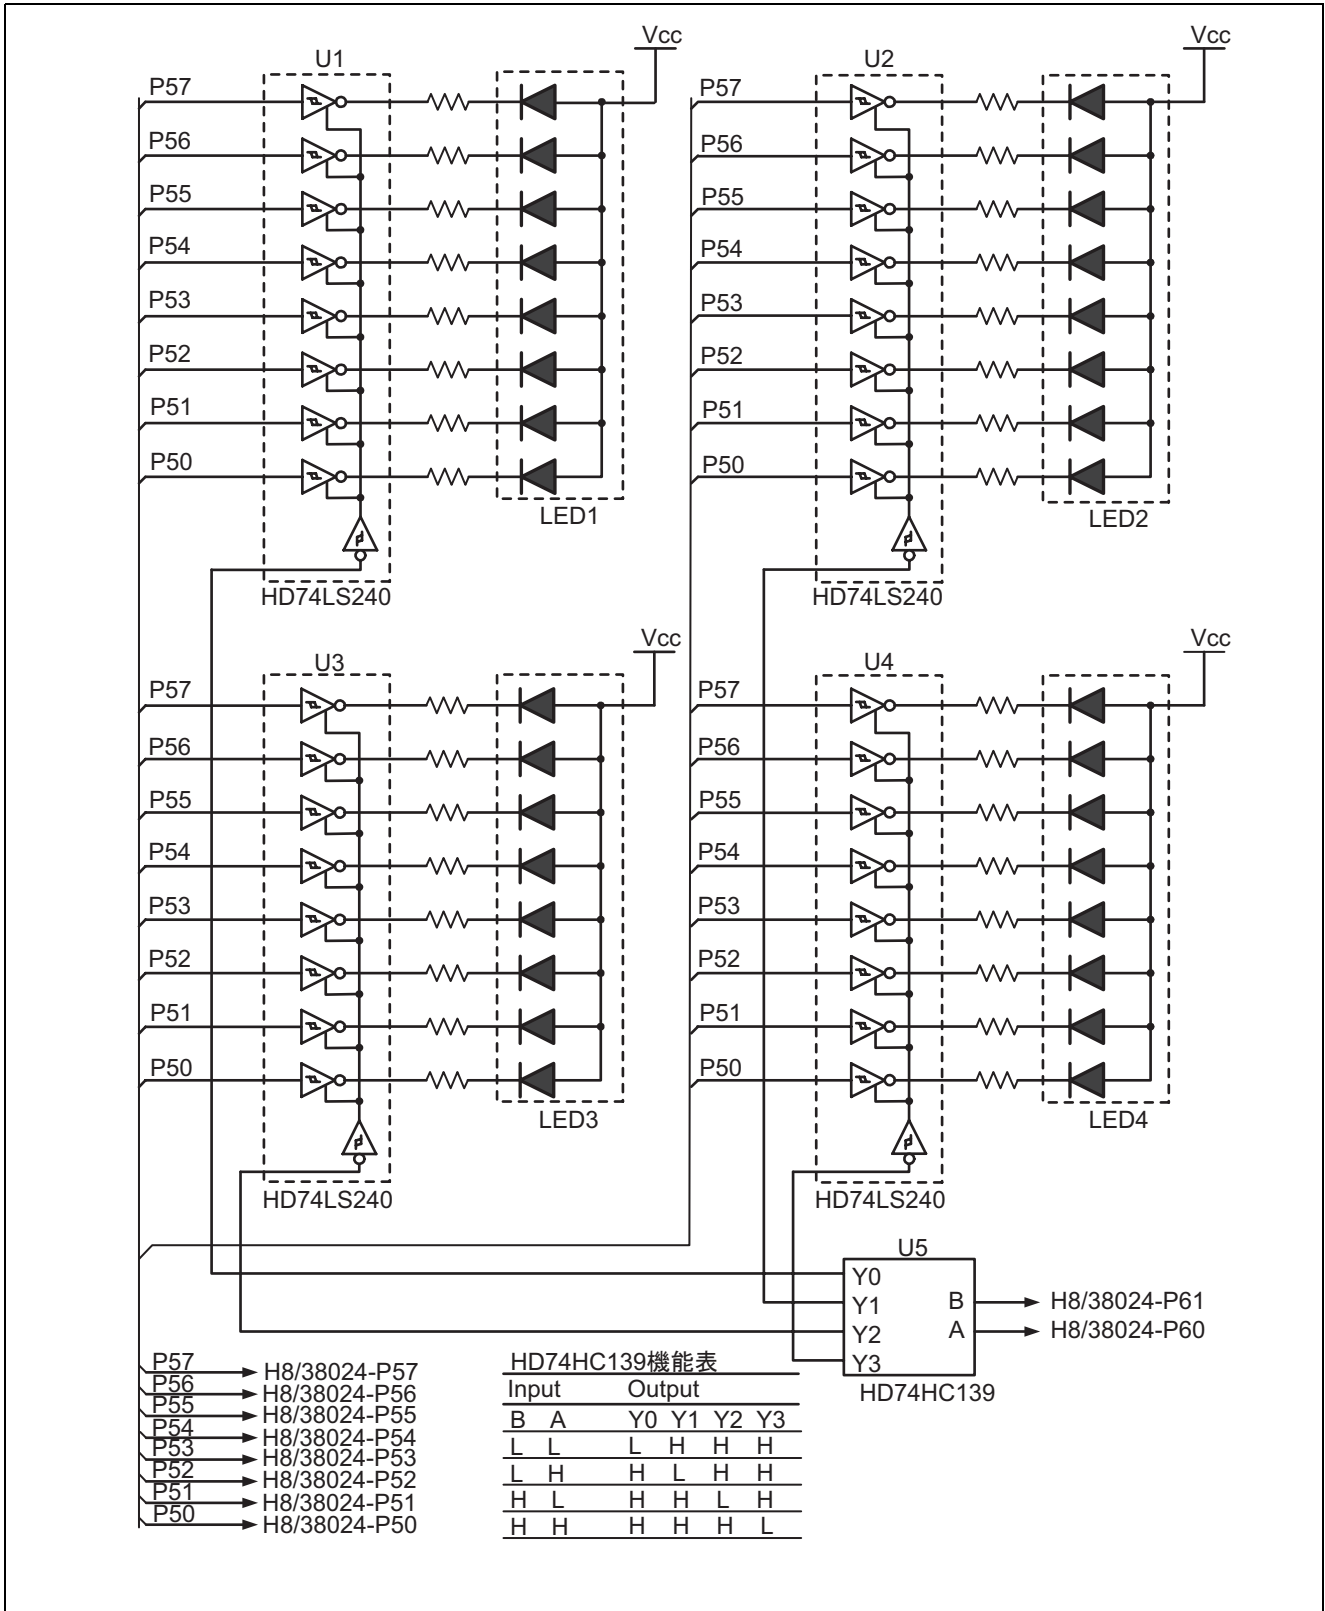

図3 7セグメントLED制御方法
8. 本タスク例では、7 セグメント LED を表示させるためにポート出力を 3 ステート出力インバータドライバ (HD74LS240) に入力して、ドライバの出力を 7 セグメント LED のカソードに接続しています。また 4 個の 7 セグメント LED を表示させるためのポートはすべての 7 セグメント LED に接続されており、7 セグメント LED の表示切替は、3 ステートインバータドライバのイネーブル端子により制御しています。また、7 セグメント LED の表示切替を行うための信号生成は、2-to-4-line デコーダ (HD74HC139) を使用して、2 本のポート出力により制御します。図 3 に 7 セグメント LED 制御方法について示します。